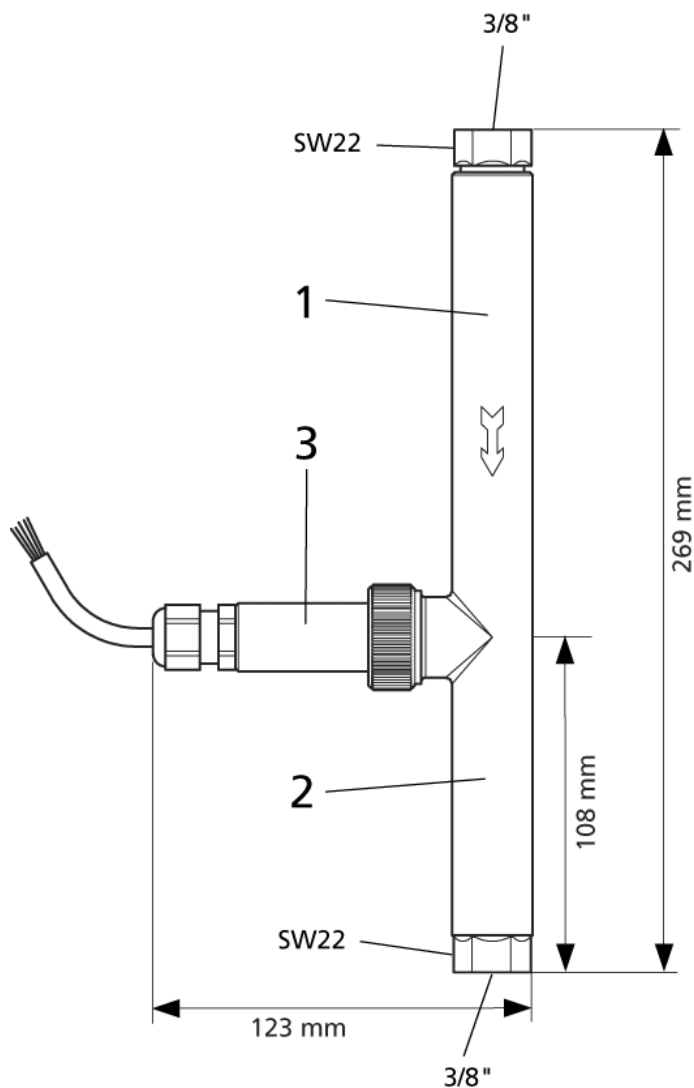

Abbildung 1: Messwertgeber VAPORIX-Flow
VAPORIX-Flow besteht aus einem Messrohr mit Einlaufstrecke (1) und Auslaufstrecke (2) sowie der seitlich eingesetzten Sensoraufnahme (3) (siehe Abb. 1).